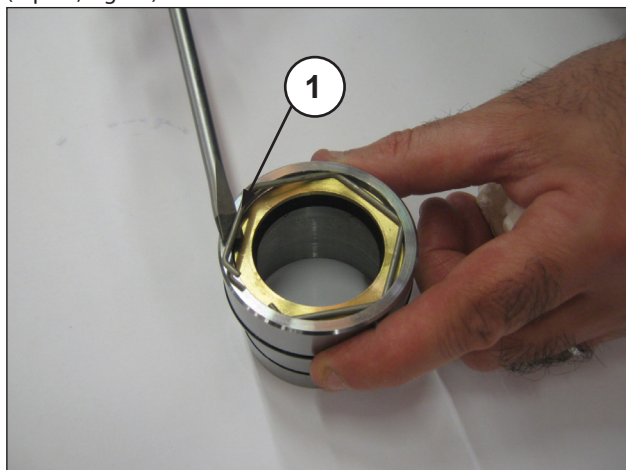
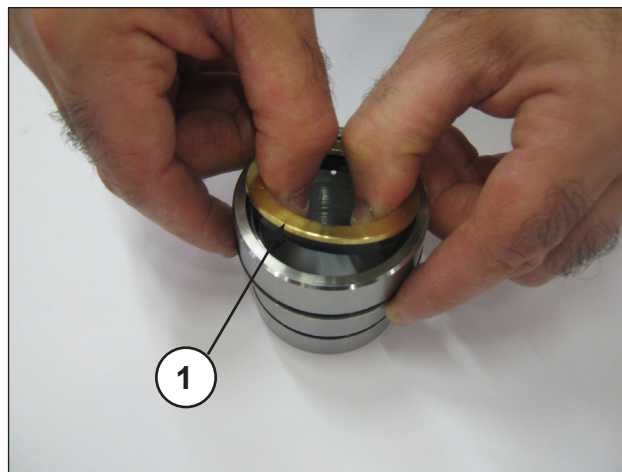

Fig. 27
Fig. 28
Pour déposer la garniture d'étanchéité basse pression, il faut déposer le circlip d'arrêt (rep. ①, Fig. 27) et le joint d'étanchéité (rep. ①, Fig. 28).